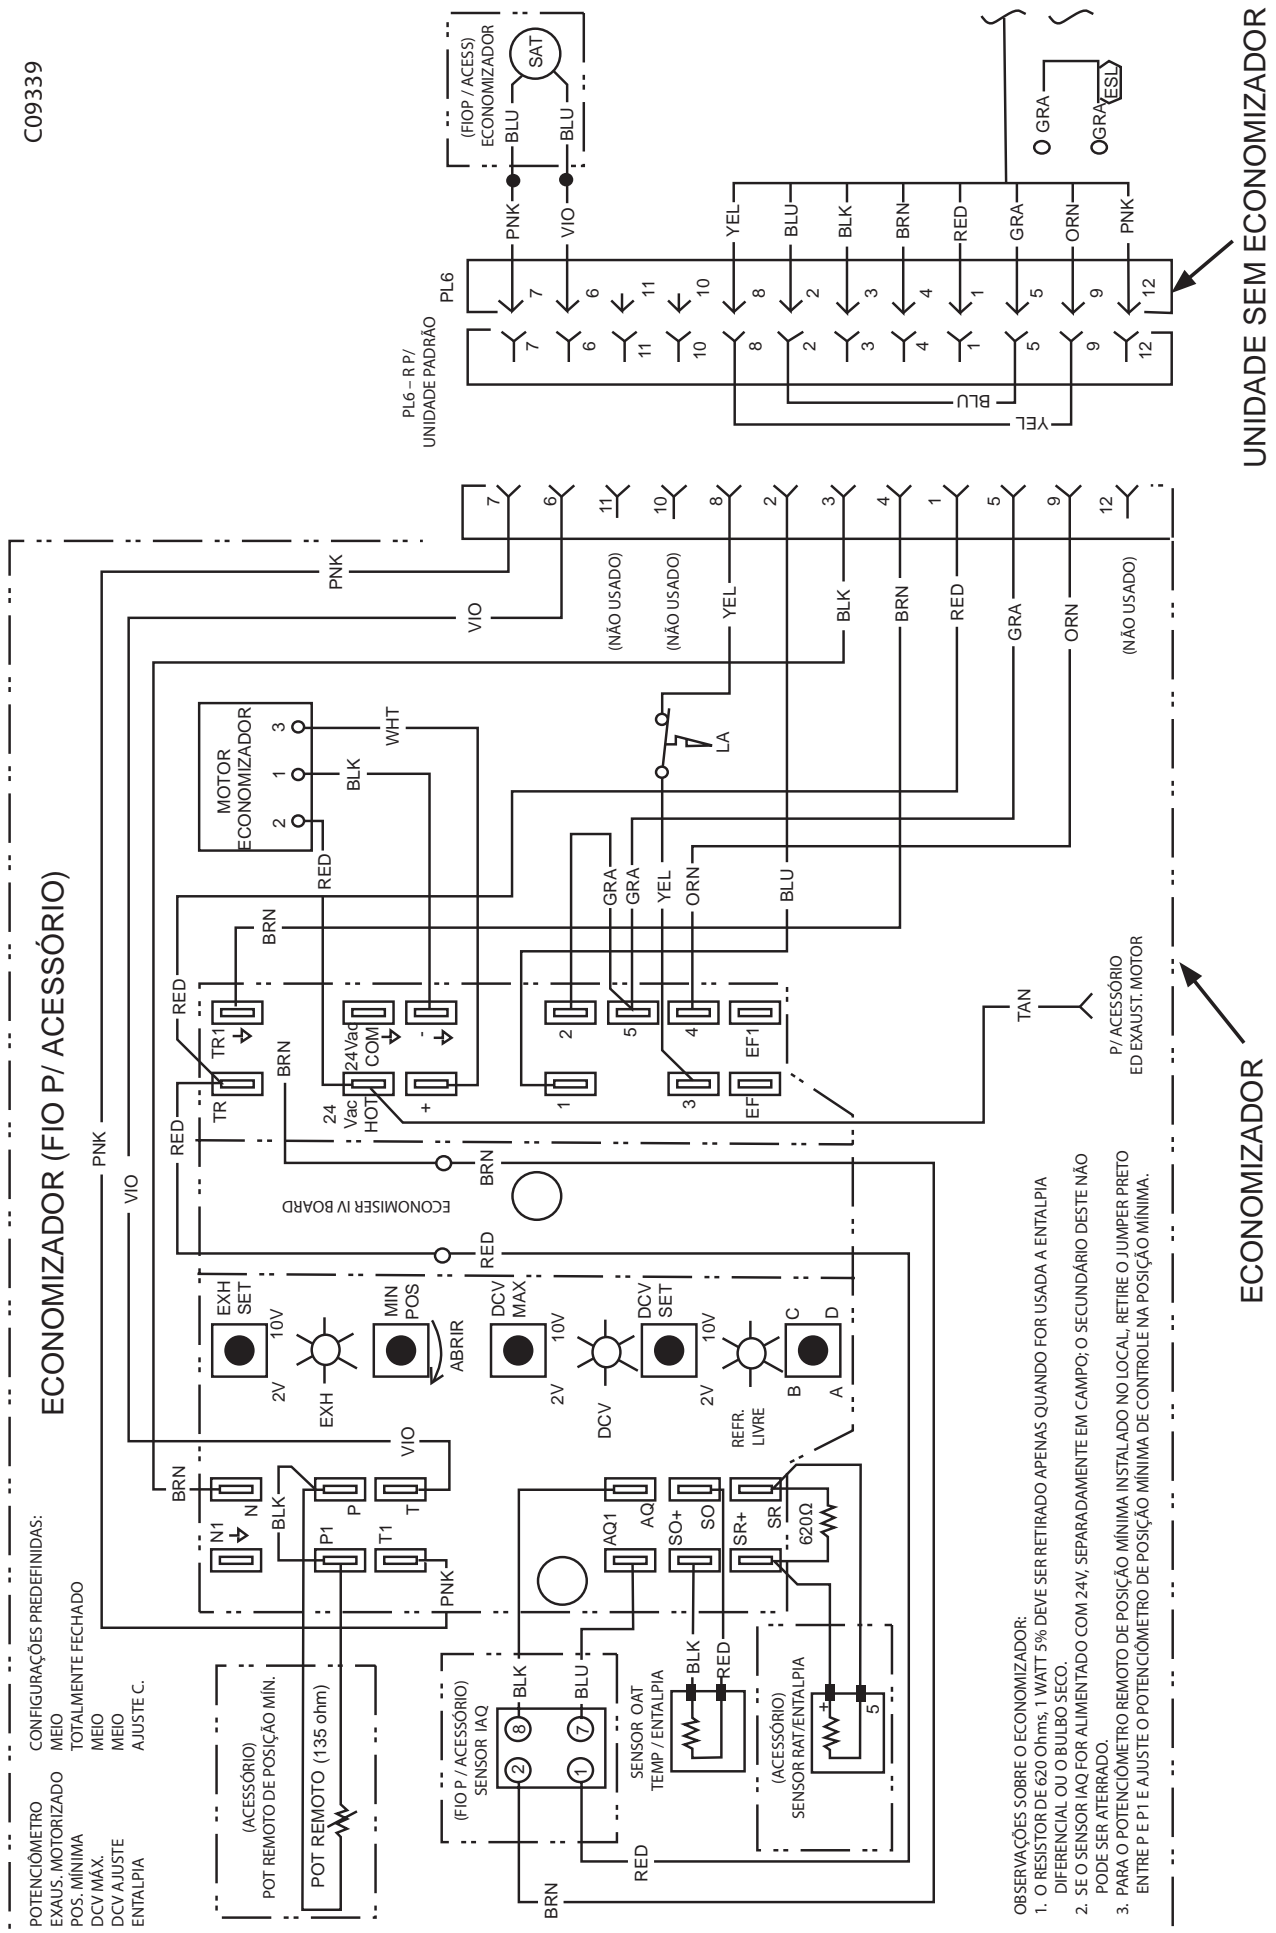
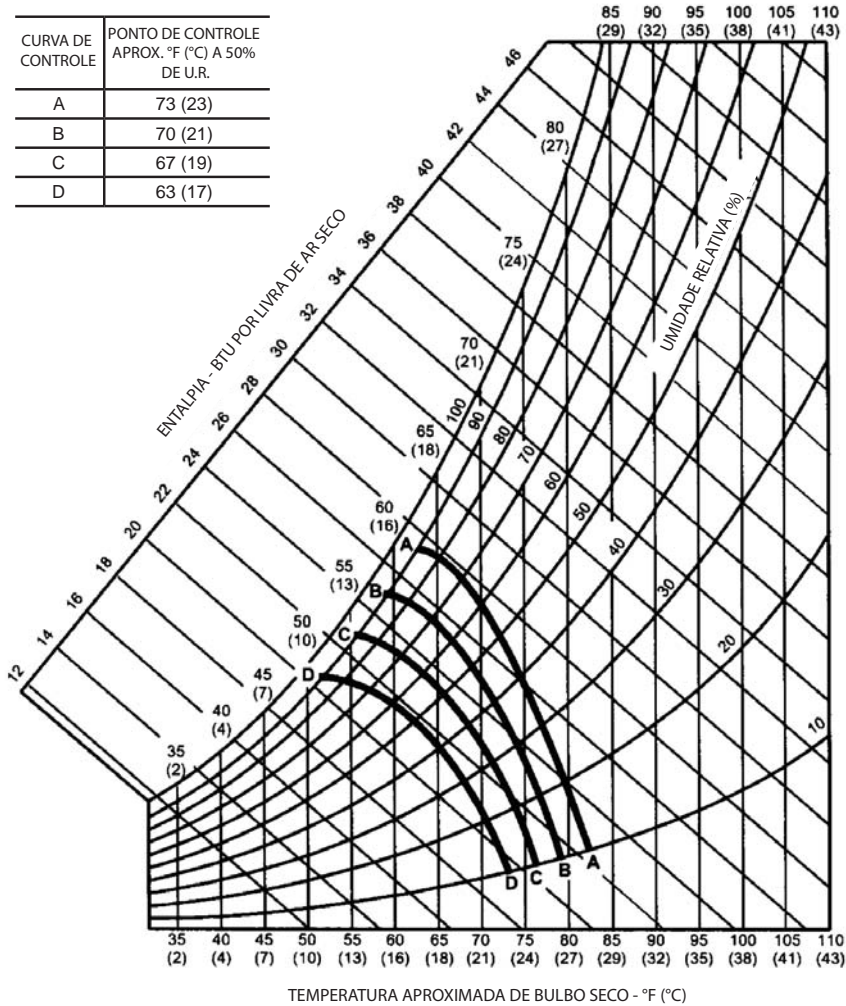

Fig. 23 - Esquema elétrico do Economizador
Fig. 26 – Pontos de fixos de transição de entalpia
O ajuste de transição de entalpia externa é definido com o potenciômetro de ajuste de entalpia externa no controlador Economizador. Os pontos fixos são A, B, C e D. (Consulte a Fig 26). O jumper de 620Ω instalado em fábrica deve estar instalado entre os terminais SR e SR+ no controlador Economizador. (Consulte a Fig. 23).
3. Verifique se o jumper instalado em fábrica está entre os terminais P e P1. Se o posicionamento do damper remoto estiver sendo usado, verifique se os terminais estão conectados de acordo com a Fig. 23 e se o potenciômetro de posição mínima está girado totalmente no sentido horário.
Para controlar à distância a posição mínima do damper, retire o jumper de fábrica dos terminais P e P1 do controlador Economizador. Ligue o potenciômetro fornecido no local aos terminais P e P1 do controlador Economizador. (Consulte a Fig. 23).